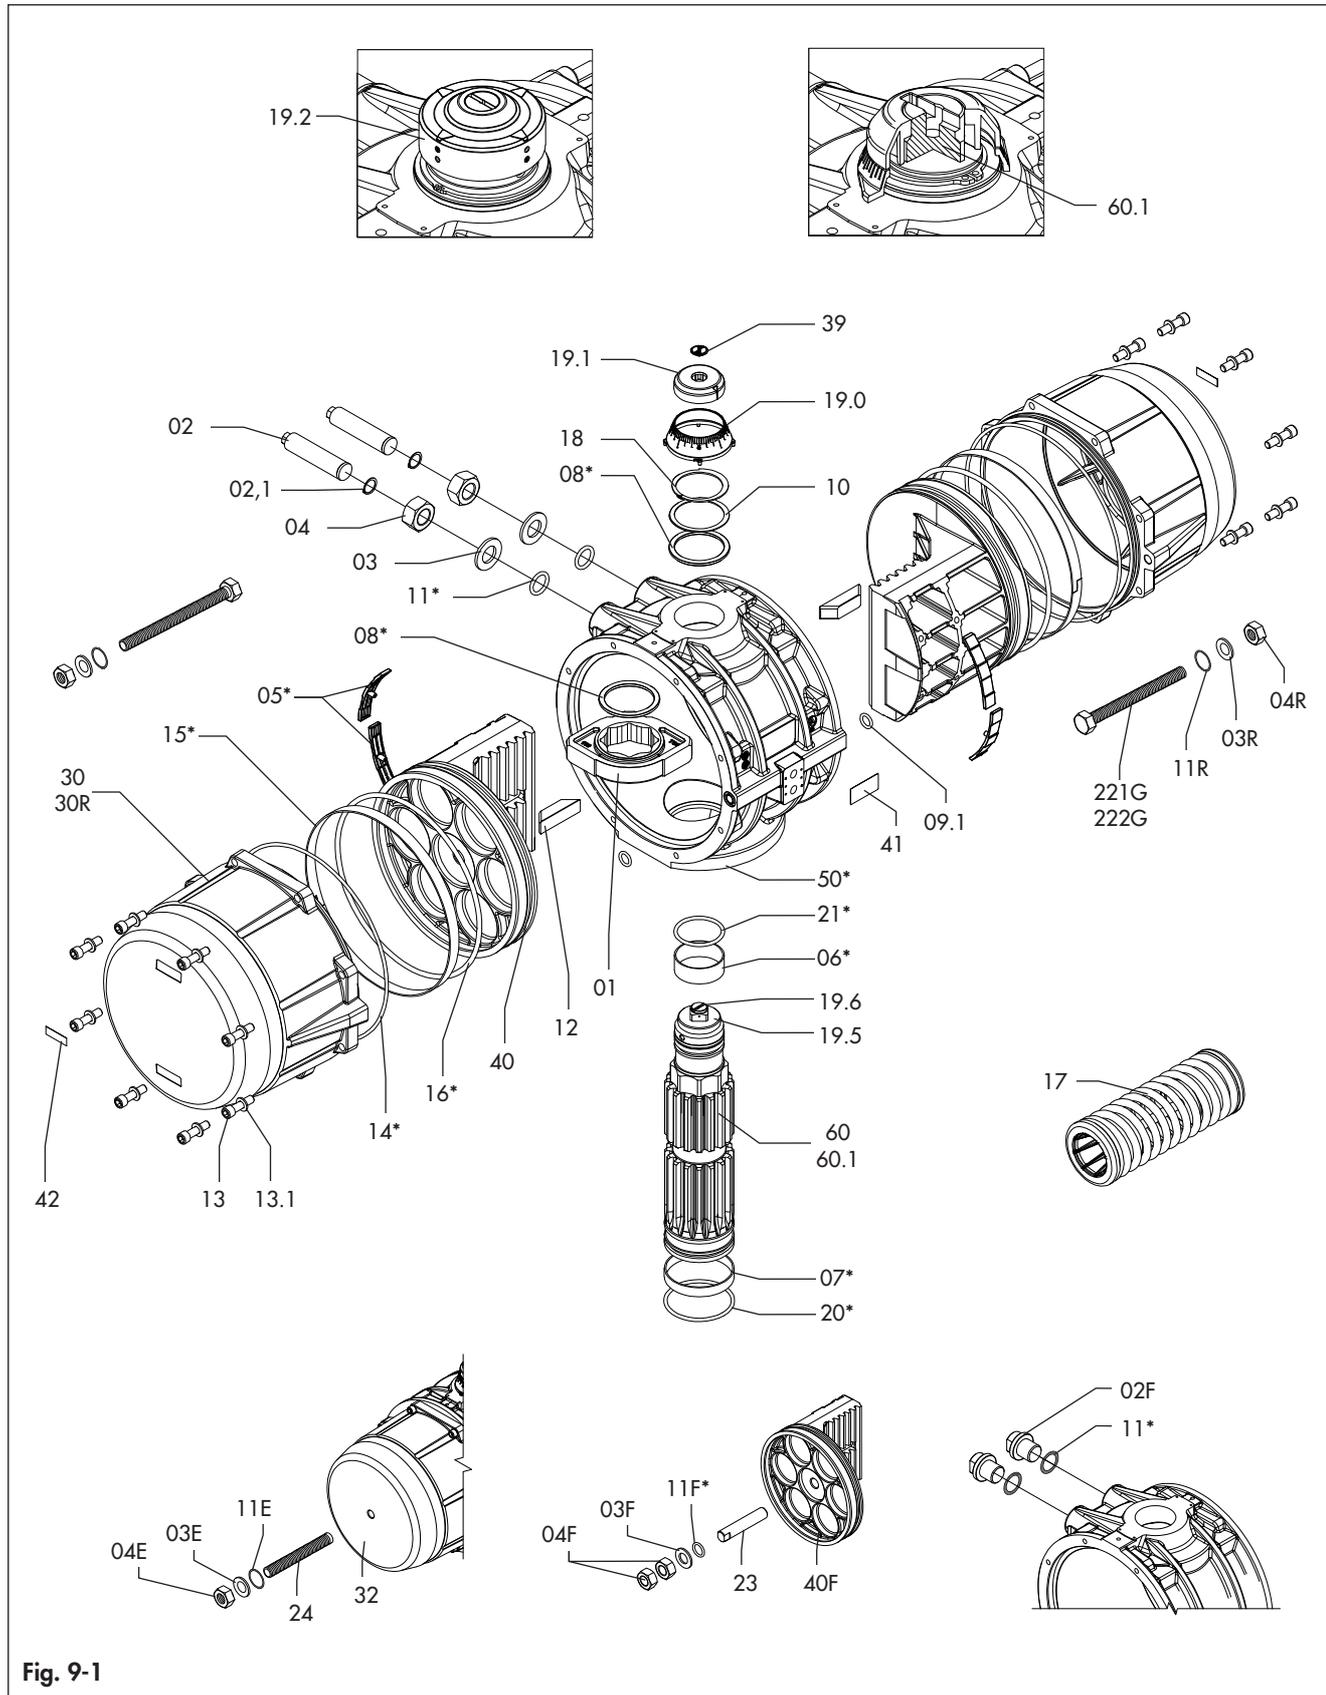
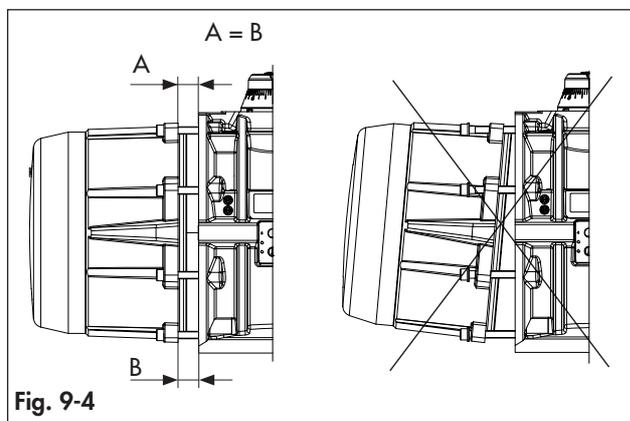
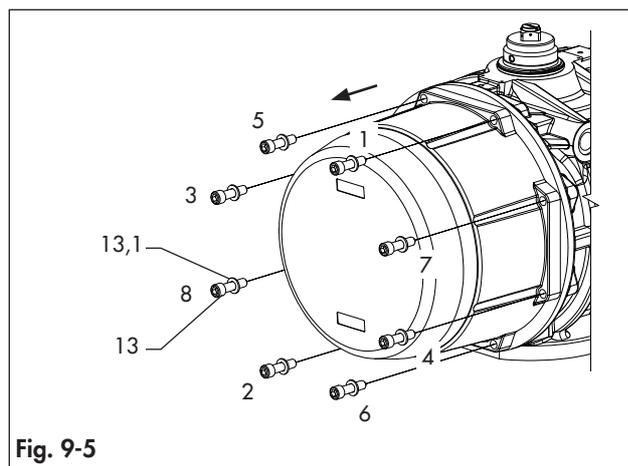
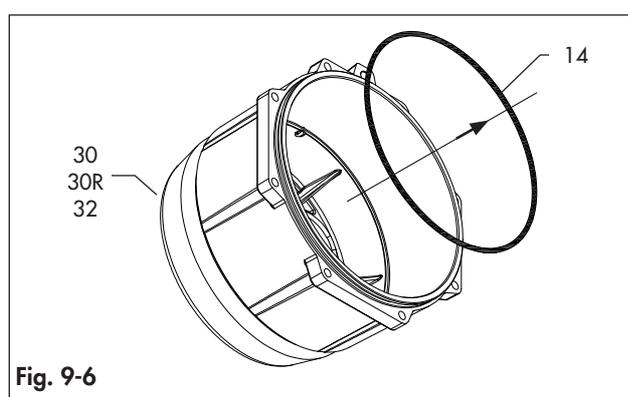

Fig. 9-1
Fig. 9-4
Fig. 9-5
Fig. 9-6
Fare riferimento alla Fig. 9-1 e alla Fig. 9-2.
Fare riferimento alla Fig. 9-1 e alla Fig. 9-3.
Fare riferimento alle Fig. 9-1, Fig 9-4, Fig 9-5 e Fig. 9-6.
- ➔ Rimuovere le cuffie come mostrato nella Fig. 9-4 mantenendo una distanza costante ($A = B$) tra il corpo dell'attuatore e l'interfaccia della cuffia.
- ➔ Rispettare la sequenza indicata nella Fig. 9-5.
- Allentare la compressione delle molle, svitando parzialmente ogni vite della cuffia (13) di 1 giro alla volta, secondo la sequenza indicata nella Fig. 9-5 per 4/5 giri.
- ➔ Se è ancora presente una forza sulla cuffia (30/30R/32) dopo aver svitato le viti della cuffia (13) di 4/5 giri, la molla precaricata può essere stata danneggiata o i pistoni possono non essere completamente chiusi: fermare lo smontaggio e contattare AIR TORQUE.
- Svitare completamente e rimuovere le viti della cuffia (13) e le rondelle (13.1).
- Rimuovere le molle precaricate (17).
- Rimuovere gli o-ring (14). (Fig. 9-6)
- Svitare completamente le viti della cuffia (13) e le rondelle (13.1) secondo la sequenza indicata nella Fig. 9-5.